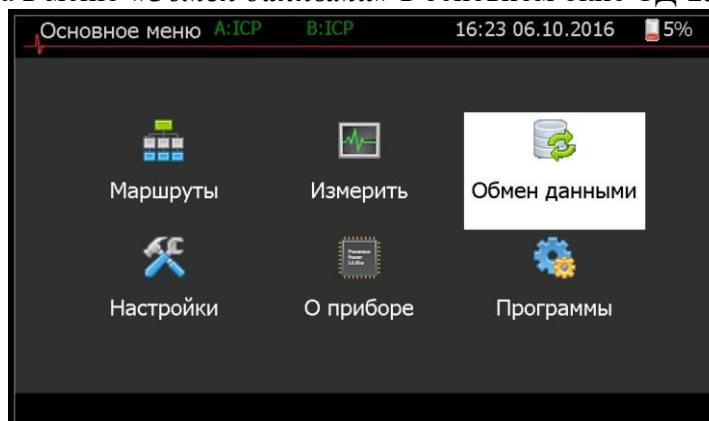

Рисунок 9.1.3. Обмен данными в основном окне СД-23.
1. Подключить виброанализатор СД-23 к персональному компьютеру посредством патч-корда в меню «Обмен данными» в основном окне СД-23(см. рис. 9.1.3).